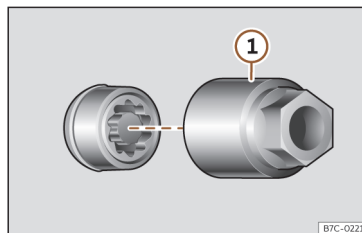

Fig. 225 Parafuso antirroubo com capa de proteção e adaptador.
- Encaixe o adaptador especial >>> **Fig. 225** ① (ferramenta de bordo >>> Página 333) no parafuso antirroubo da roda até ao limite.